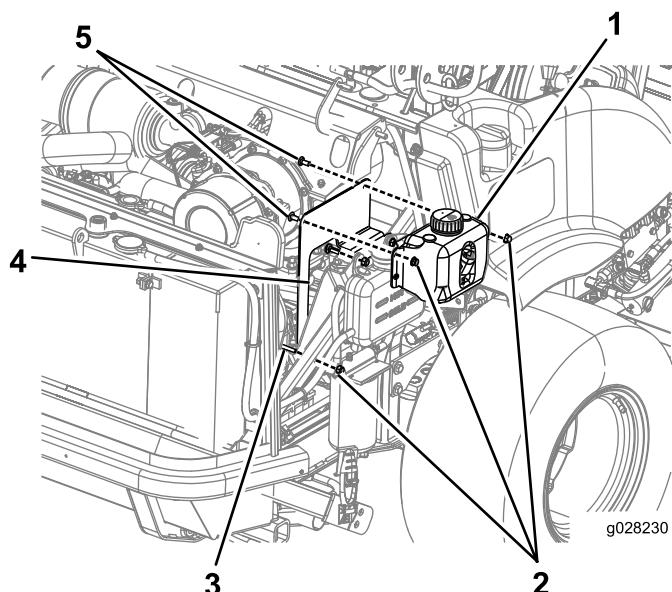

Figure 28
**Pour les machines à moteur Yanmar :** Montez le support du réservoir de lave-glace sur le cadre, sur le côté droit de la machine au-dessus du réservoir existant, puis montez le réservoir sur le support (Figure 28).